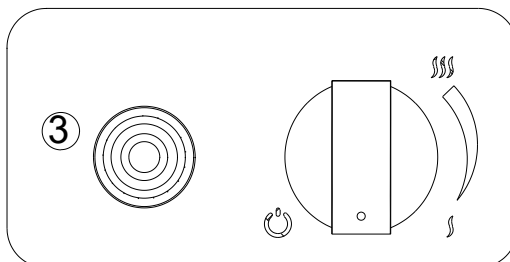

Fig 14 – Premendo il pulsante "on"
- Per spegnere l'apparecchio, premete e ruotate contemporaneamente la manopola in senso orario (fig. 14). L'alimentazione del gas sarà interrotta e la fiamma del bruciatore sarà spenta.